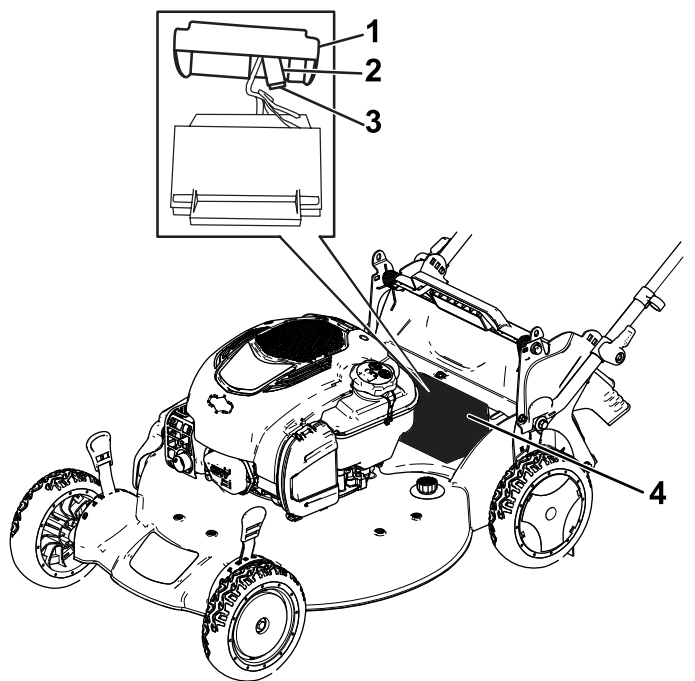

Bild 42
1. Nehmen Sie die Abdeckung vom Batteriefach ab (Bild 42).
2. Nehmen Sie die Batterie heraus und ermitteln die Sicherung (Bild 42).
3. Wechseln Sie die Sicherung im Sicherungshalter aus (Bild 42).
4. Setzen Sie die Abdeckung auf das Batteriefach (Bild 42).